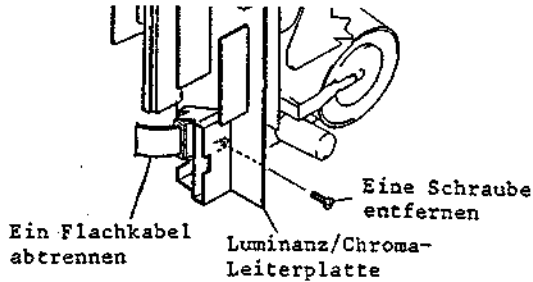

Abb. 2-38 Ausbau des Bandlaufwerks
6. Ein (1) Flachkabel (CN1) abtrennen (siehe Abb. 2-38).
7. Eine (1) Befestigungsschraube der Luminanz/Chroma-Leiterplatte lösen.